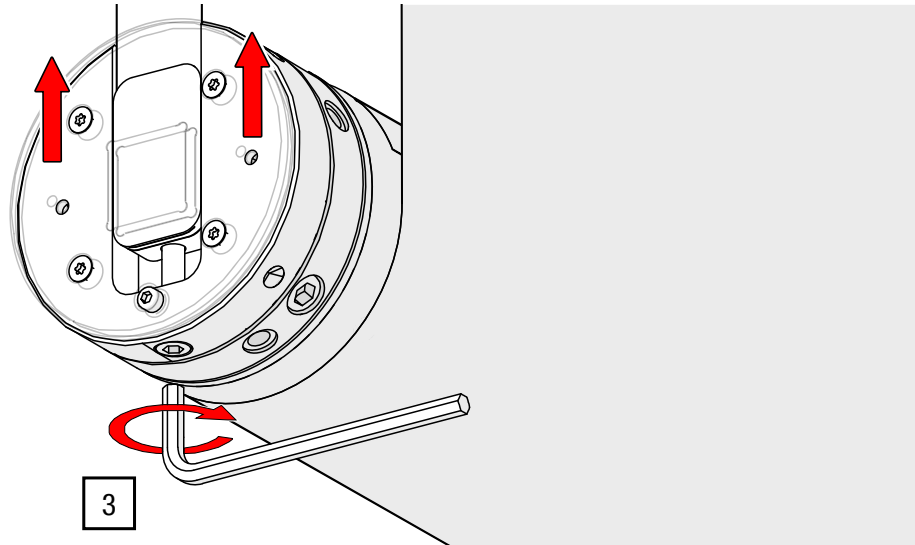

Abb. 35: Nivellierung einstellen – Wickelwelle nach oben justieren
3. Drehen Sie die Nivellierschraube mit einem ISK SW 8 im Uhrzeigersinn (siehe Abb. 35).